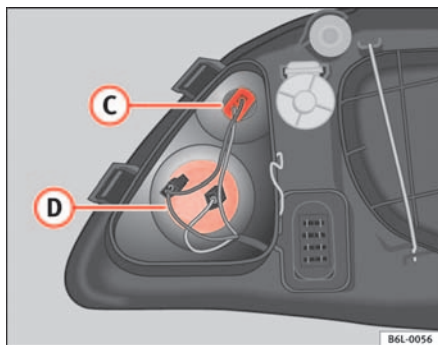

Abb. 149 Blinklicht
- Die Lampenfassung nach links drehen und auf ihrer Aufnahme entnehmen ⇒ Abb. 149 ②.